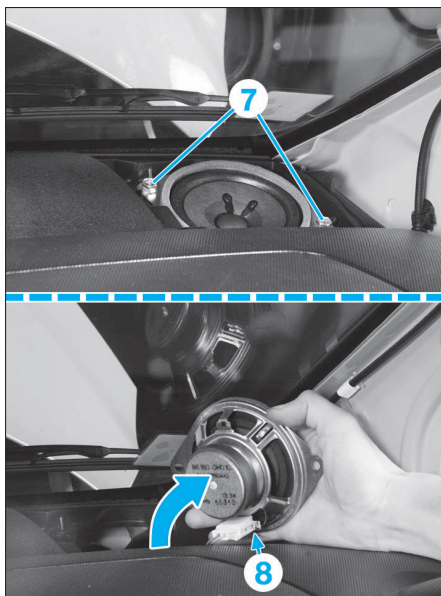

FIG. 43
- Déposer les vis de fixation (7) (Fig.43), puis extraire de chaque côté les haut-parleur en débranchant leurs connecteurs (8) respectifs